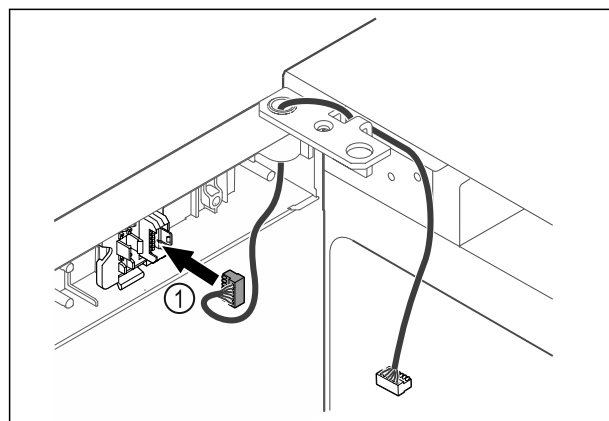

Fig. 40
- Wtyczkę Fig. 40 (1) należy włożyć w uchwyt wtyczki.